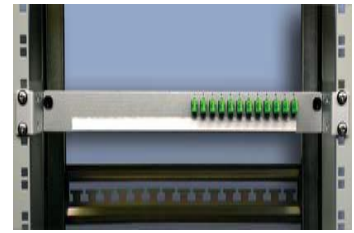

Bild 4
- Die Schublade mittels des beiliegenden Montagematerials in das Gestell einbauen. Je nach Gestellausführung sind die dafür passenden Montagewinkel zu verwenden. **Bild 4** zeigt den Einbau in ein 19“-Gestell.